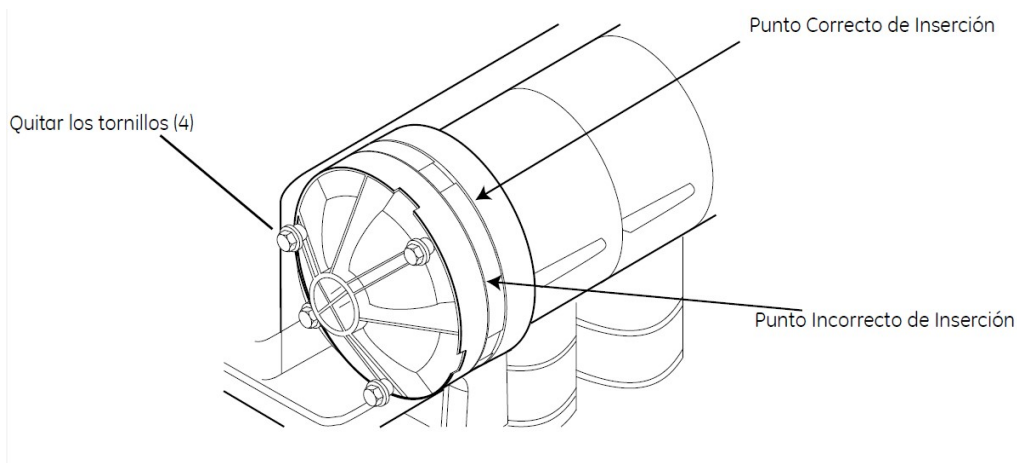

Figura 6.1: Proceso de desmontaje de los cartuchos
- 2•** Hay dos partes que dividen la "tapa" del cartucho. La primera parte corresponde a la cubierta del diafragma. La segunda se encuentra fijada al cartucho. Esta segunda parte se encuentra en contacto con la válvula Magnum. Cuando se hace referencia a introducir destornilladores para la remoción de cartuchos, se refiere a la zona que se encuentra entre el cuerpo de la válvula y la segunda parte del cartucho. Véase figura 6.1
- 3•** Se debe introducir un destornillador de punta plana como se indica en la figura 6.1. Haciendo palanca, logre una pequeña apertura entre la válvula y la segunda parte del cartucho. Esta muesca permite la inserción de dos destornilladores de punta plana mayores que podrá utilizar para el desmontaje del cartucho.